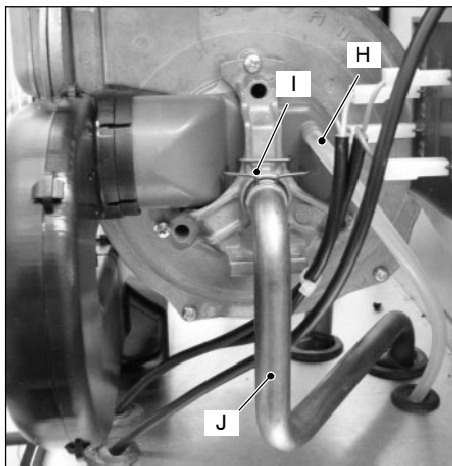

fig. 9.7 (vista dalla parte destra del ventilatore)
- 4 Scollegare il tubo silicónico H (fig. 9.7)
- 5 Togliere la forchina I (fig. 9.7) ed estrarre il tubo del gas J (fig. 9.7)